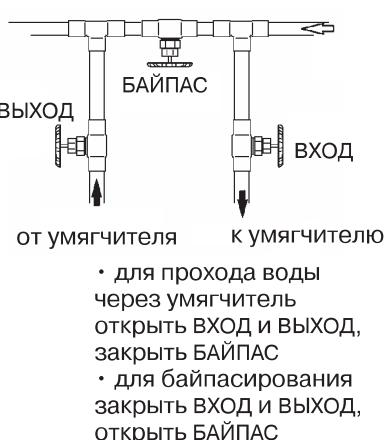

Рис. 9
- Переведите байпасную систему в положение байпаса, см. **рис. 9**.